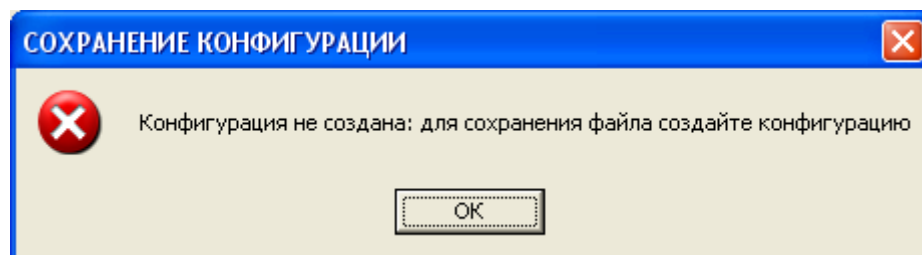

Рисунок 73. Окно сообщения об ошибке сохранения файла конфигурации
- 1) Если файл конфигурации не был создан до выполнения функции сохранения, то выдается сообщение – рисунок 73.